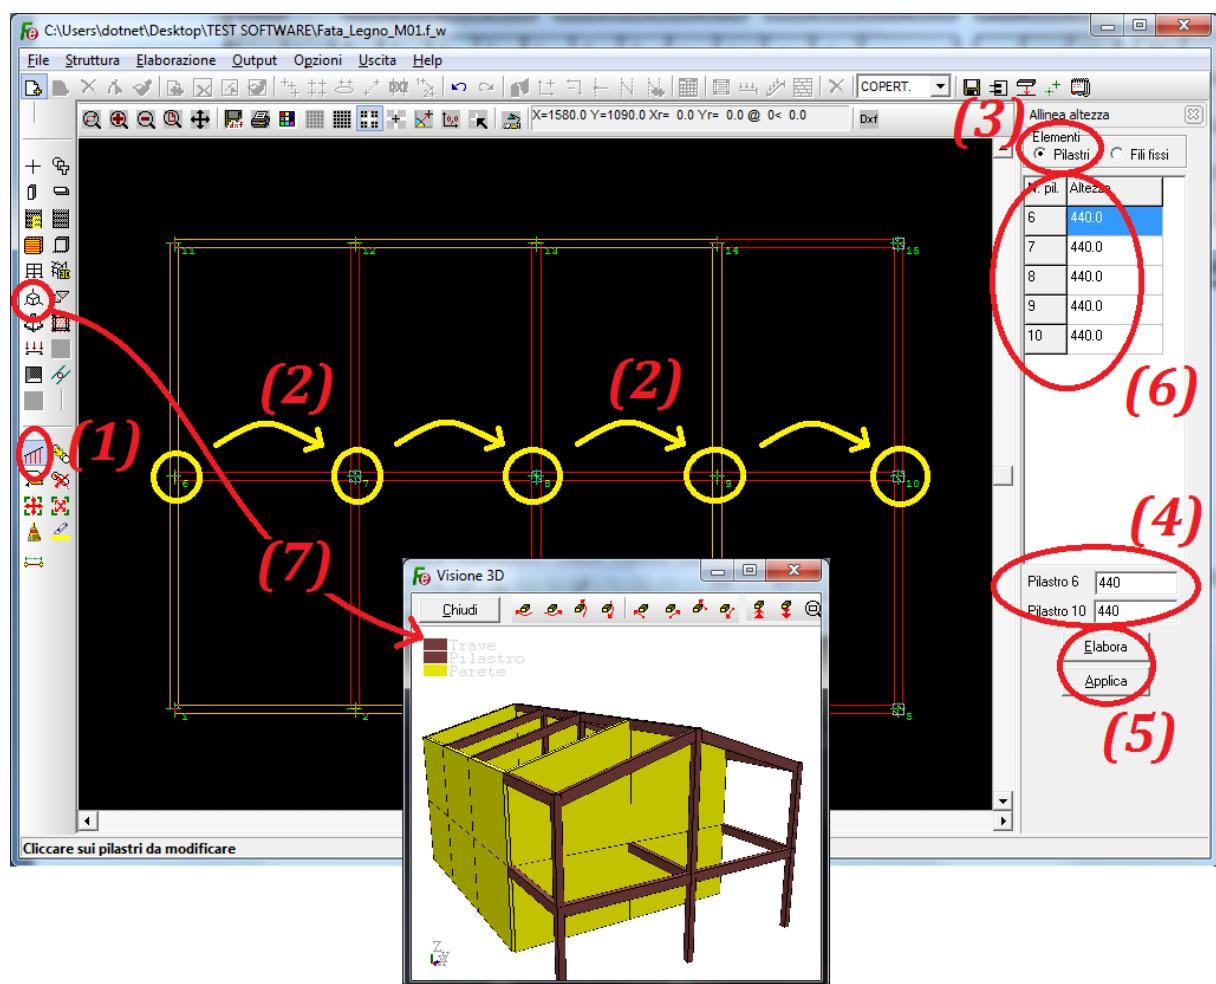

Figura 20
Con riferimento alla figura 20, per fornire di un colmo la struttura e due falde piane cliccare sul tasto “*Modifica quote lineari*” (1) e, dopo, in sequenza (2) sui fili fissi 6, 7, 8, 9 e 10.
Si ricorda che L'altezza può essere modificata con procedure del tutto simili a quelle illustrate ed adottate nella figura 20.